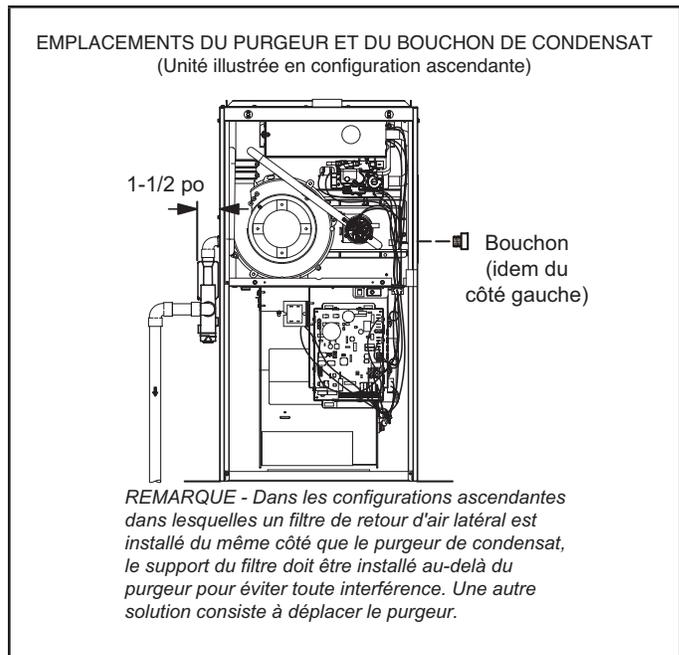
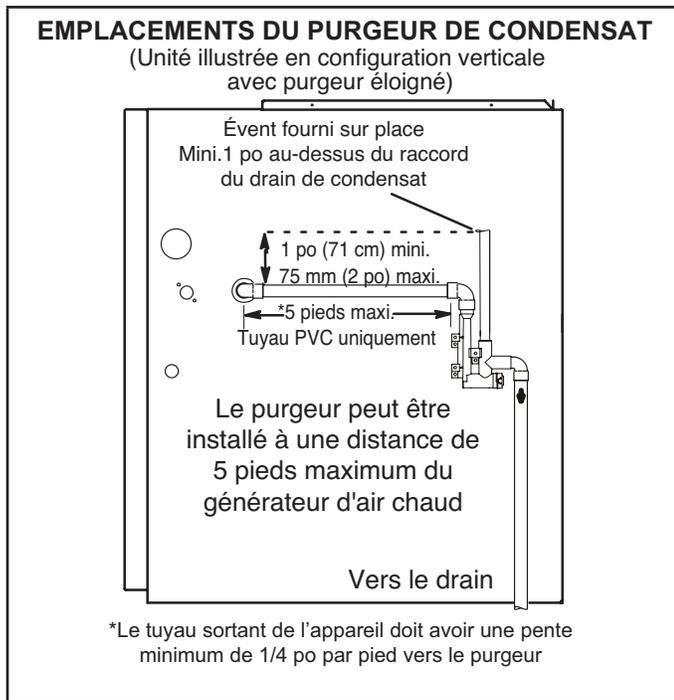

FIGURE 39
FIGURE 41
Cette unité est prévue pour une sortie à gauche ou à droite du tuyau de condensat en configuration ascendante. En configuration horizontale, le purgeur de condensat doit se prolonger en dessous du générateur. Prévoir un dégagement d'entretien de 8 po pour le purgeur. Voir les FIGURE 39 et FIGURE 41 pour les emplacements du purgeur de condensat. La Figure 39 illustre le piège avec tuyau en PVC de 1/2 po ou de 3/4 po.
- 3 - Installer le bouchon sur l'ouverture de nettoyage à la base du purgeur. Fixer avec le collier. Voir Figure 39.